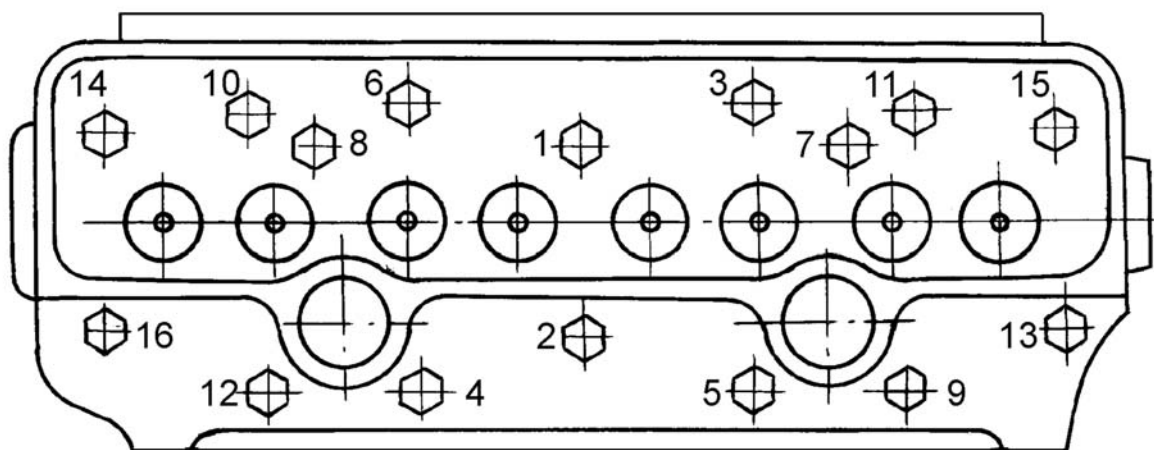

Рисунок 7.4 – Порядок затяжки болтов крепления головки блока цилиндров
- динамометрическим ключом проверить затяжку всех болтов крепления головки цилиндров в последовательности (рисунок 7.4)